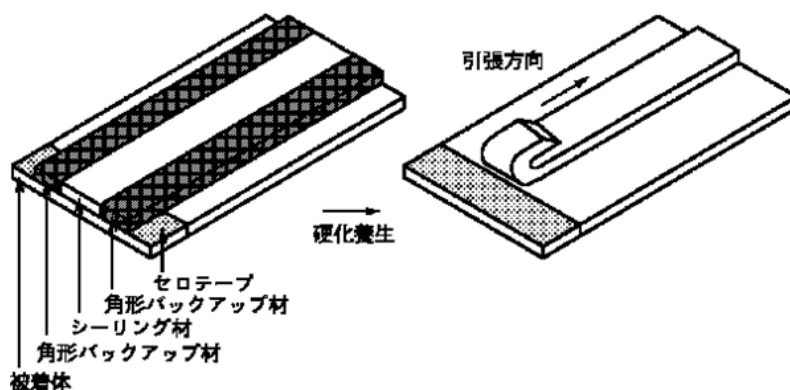

図1 簡易接着性試験方法
- (1) 接着面を工業用トルエンにて清掃する。ただし、コンクリートブロックはレイタンスをサンドペーパーなどで除去後、刷毛で清掃した。また、花崗岩は刷毛で清掃した。
- (2) ポリエチレン製バックアップ材にて目地を作製した。
- (3) 所定のプライマーを塗布し、常温にて 60 分以上風乾した。
- (4) 所定のシーリング材を目地に打設し、試験体を作製した。
- (5) 作製後、表 4 の養生を行った。
- (6) 養生後、試験体端部のシーリング材を 180°の方向にシーリング材を引張り、シーリング材が凝集破壊 (CF) または薄層凝集破壊 (TCF) の場合には、接着性は良好と判断した。試験方法は図 1 をご参照ください。